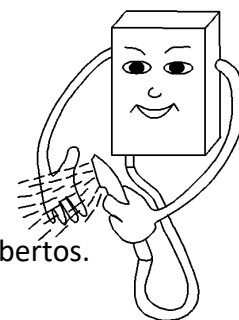

Fig.9
- (1) Gire o botão regulador do fluxo de água para controlar o fluxo de água e sua temperatura.
- (2) Rode o botão regulador do gás para controlar a chama do queimador controlando assim a temperatura da água quente.
- (3) Desligue a válvula de saída de água quente e o aparelho deixará de funcionar automaticamente.
- Teste a temperatura da água com a mão antes do banho, para evitar queimaduras (fig.9).